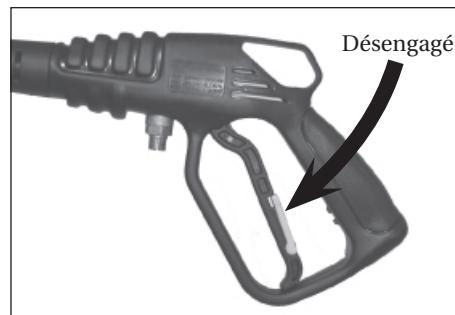

Figure 15 - Gâchette déverrouillée
- Démarrer le moteur. Déverrouiller le verrou de sécurité de la gâchette du pistolet (Voir Figure 15). Agriper la corde de lancement et mettre un pied sur le châssis. Pointer le pistolet dans une direction sûre. Tout en pressant sur la gâchette du pistolet, tirer sur la corde de lancement rapidement et fermement (Voir Figure 16). Continuer à tenir la corde tandis qu'elle revient. Répéter ces étapes jusqu'à ce que le moteur démarre.